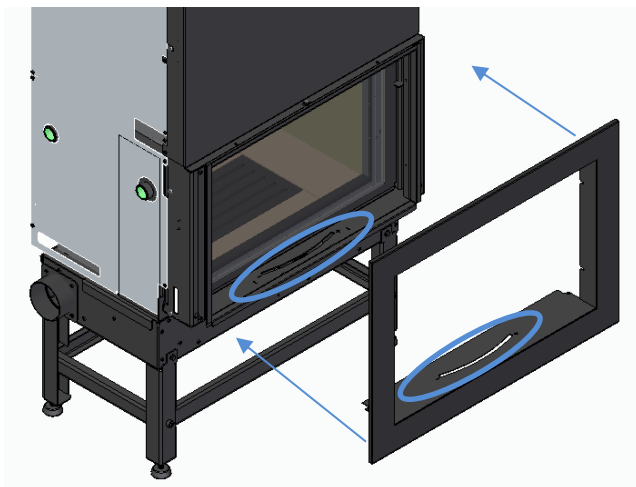

Figura 46
- b) Coloque el marco en el equipo como se muestra en la Figura 46. Nel caso de los modelos M700, M850 y M1100, asegúrate de que los canales coincidan en la parte interior inferior para poder regular la entrada de aire sin dificultad.